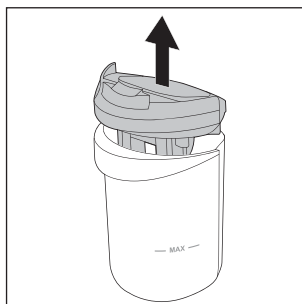

Fig. 21
- ♦ Sortez le couvercle du réservoir d'eau sale **9** par le haut du réservoir d'eau sale **2** (voir fig. 21).